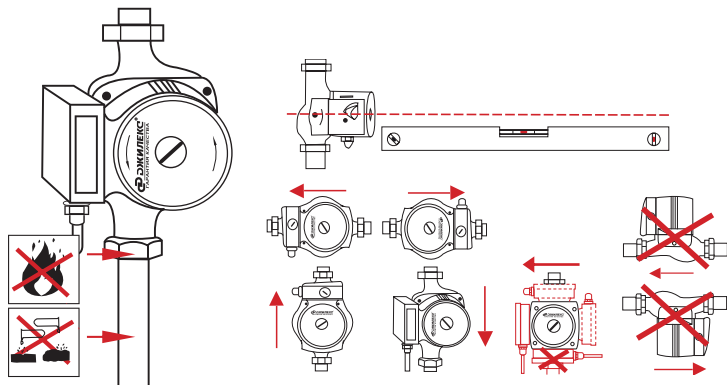

Рисунок 3. Правила установки насоса
- Номинальный диаметр трубы не должен быть меньше номинального диаметра фланца насоса. Направление вращения вала электродвигателя обозначено на информационной табличке. Ось электродвигателя должна быть расположена горизонтально (рисунок 3).